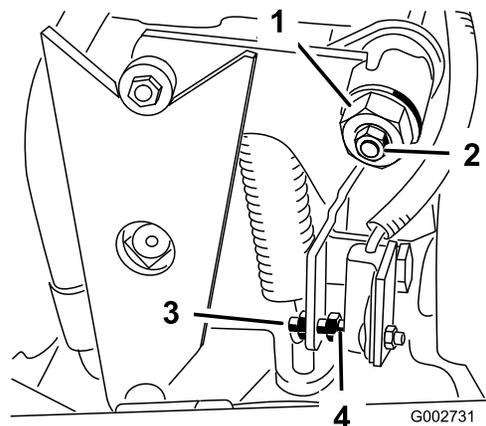

Figura 21
4. Allentate il dado di bloccaggio sulla camma di regolazione (Figura 21).
5. Avviate il motore e girate in entrambe le direzioni l'esagono della camma (Figura 21) per stabilire la posizione centrale del range di folle.
3. Regolate la vite fino ad ottenere un traferro di $1,5 \text{ mm} \pm 0,8 \text{ mm}$ (Figura 21).